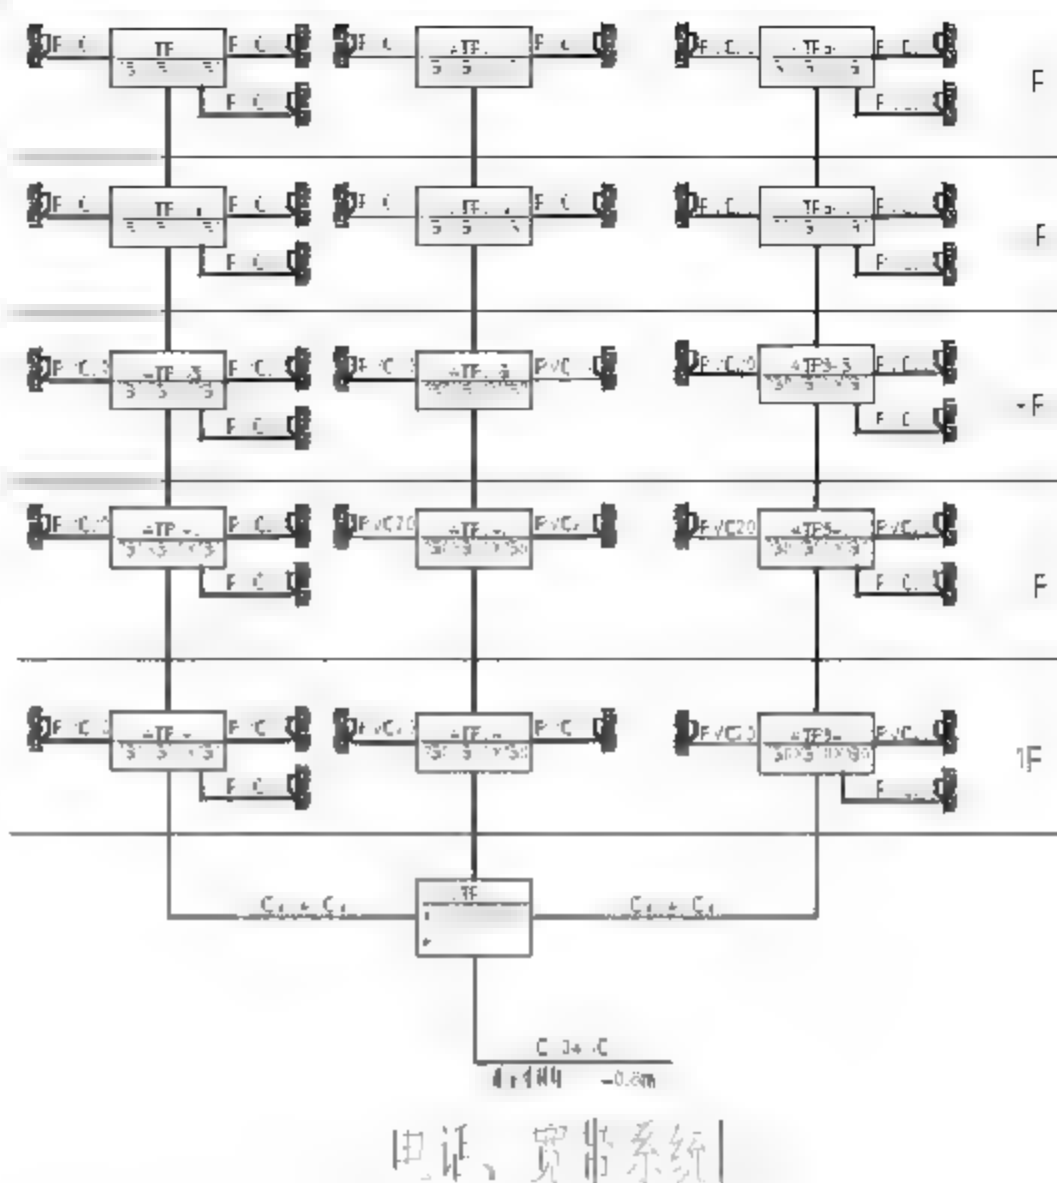

图13-28 图名标注
**03** 调用MT【多行文字】命令，绘制图名标注的结果如图13-28所示。